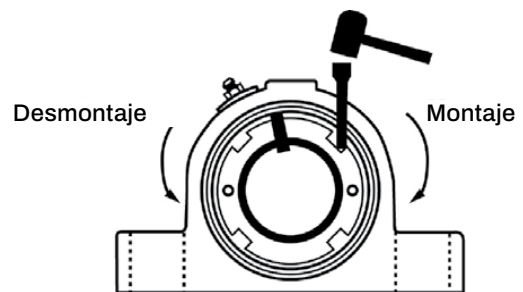

Figura 3
- (Figura 3) Gire la contratuerca en sentido antihorario hasta que el rodamiento se deslice libremente desde el eje.